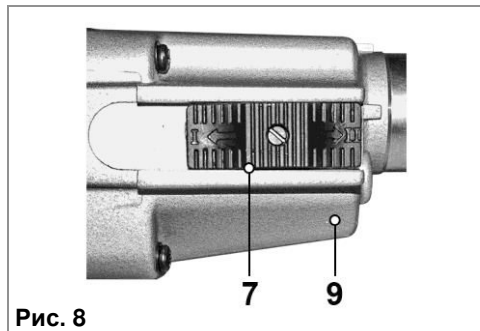

Рис. 8
7.4.3. Нажмите на переключатель (7) и, удерживая его в нажатом состоянии, переместите в направлении стрелки, обозначающей скорость (только для модели МЭ-2 1600Э, Рис.8).